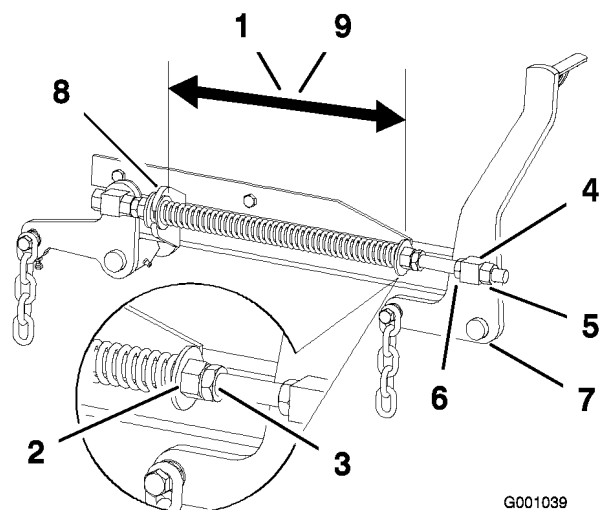

Figura 60
2. Compruebe la distancia entre las dos arandelas grandes, que debe ser de 28,2 cm para plataformas de cortacésped de 52 pulgadas, o 26,7 cm para plataformas de cortacésped de 60 pulgadas (Figura 60).
3. Ajuste esta distancia aflojando la contratuerca elástica y girando la tuerca que está delante de cada muelle (Figura 60). Gire la tuerca en el sentido de las agujas del reloj para acortar el muelle y en el sentido contrario a las agujas del reloj para alargar el muelle.
4. Fije la tuerca en la posición deseada apretando la contratuerca elástica (Figura 60).